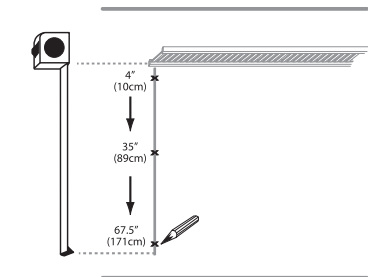

FIG. 2.3
5. Marque la línea a 3, 35 y 67.5 pulg. hacia abajo desde la parte inferior del estante superior. (Fig. 2.3)